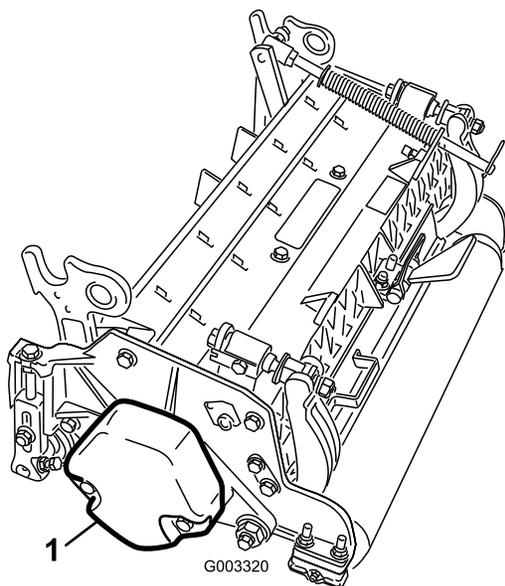

Рисунок 5
3. Убедитесь, что противовес (Рисунок 5) установлен на соответствующем конце режущего блока, как описано в *Руководстве по эксплуатации режущего блока*.